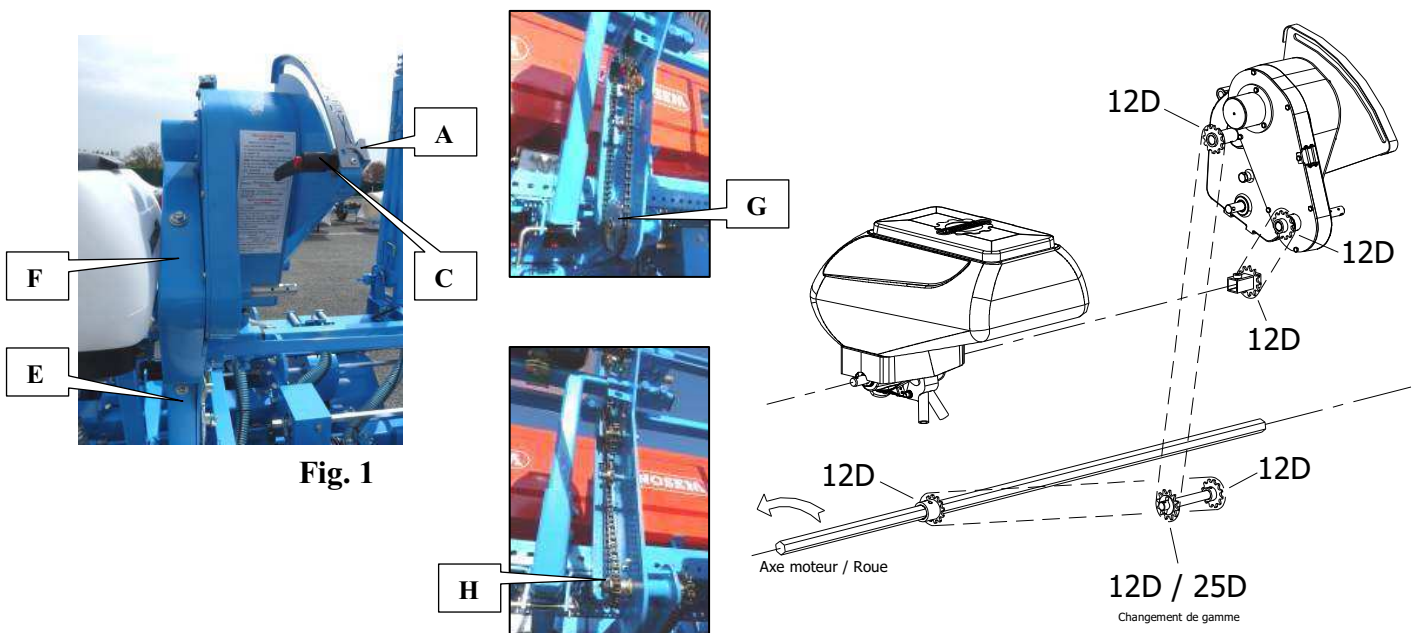

Fig. 1
Le réglage de la dose/hectare se fait à l'aide du sélecteur de variateur (A fig. 1). Ce réglage dépend de l'inter-rang et du produit utilisé. Le tableau ci-contre donne des réglages indicatifs (source AGPM) qui doivent être vérifiés sur le terrain. Pour réaliser le réglage :
- 1 - Démontez les deux carters d'entraînement (E et F fig. 1)
- 4 - Repositionnez les deux carters (E et F fig. 1)